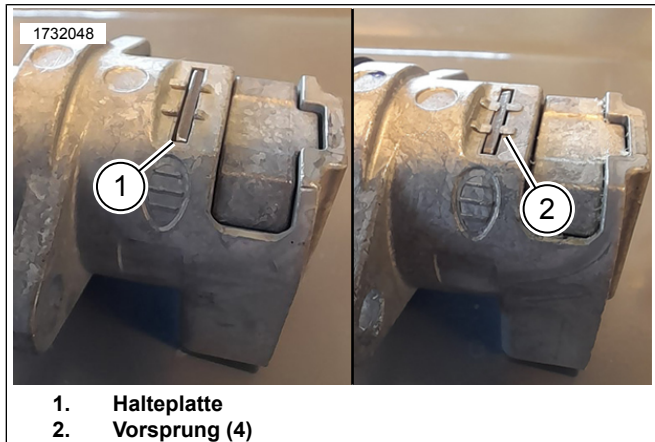

Abbildung 4. Halteplatte
- a. Siehe Abbildung 4. Sicherstellen, dass die Halteplatte (1) mit der Oberfläche des Schlossgehäuses bündig ist.
- b. Die vier Vorsprünge (2) mit Durchtreiber und Hammer abflachen, um die Halteplatte in Position zu halten.